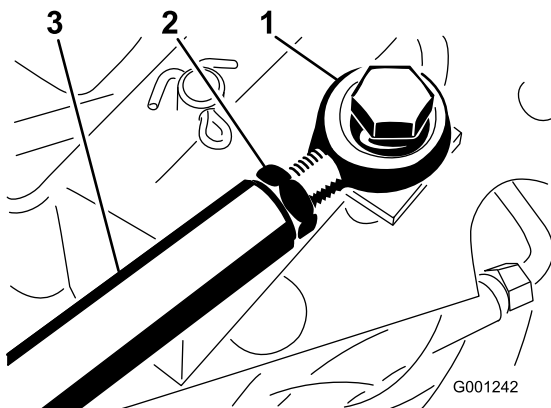

Figura 67
2. Tornillo de montaje (4)
3. Si es necesario hacer un ajuste mayor, ajuste la varilla de tracción (Figura 67) de la manera siguiente: